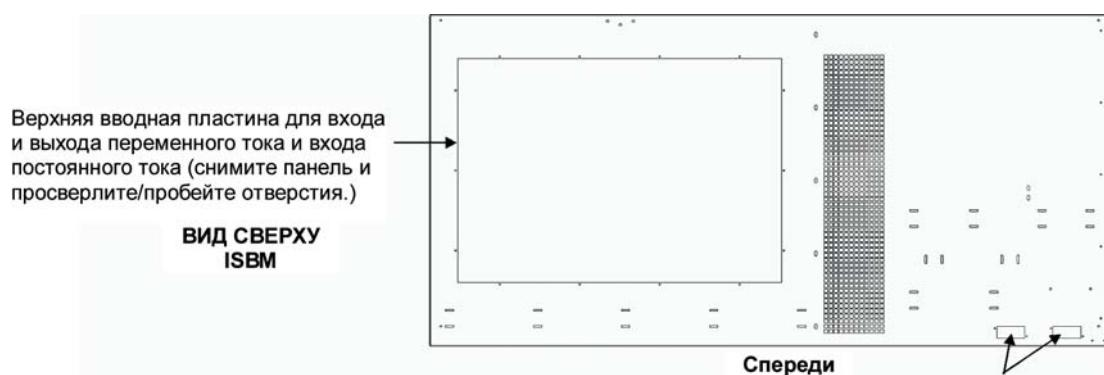
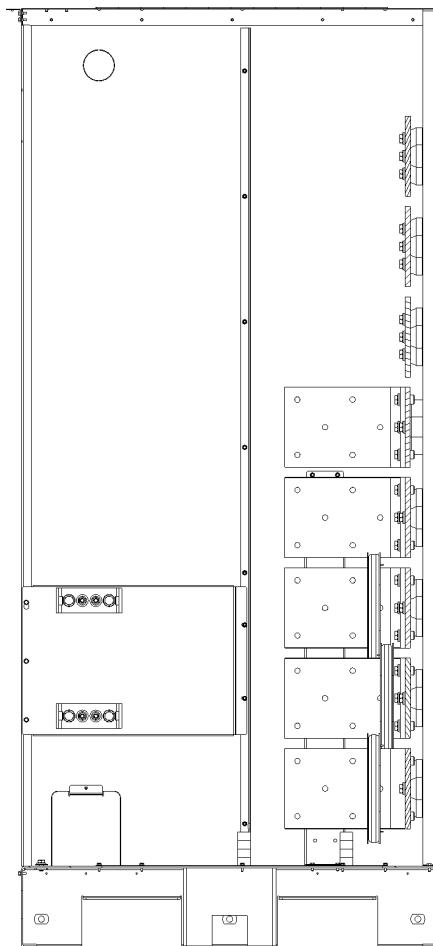
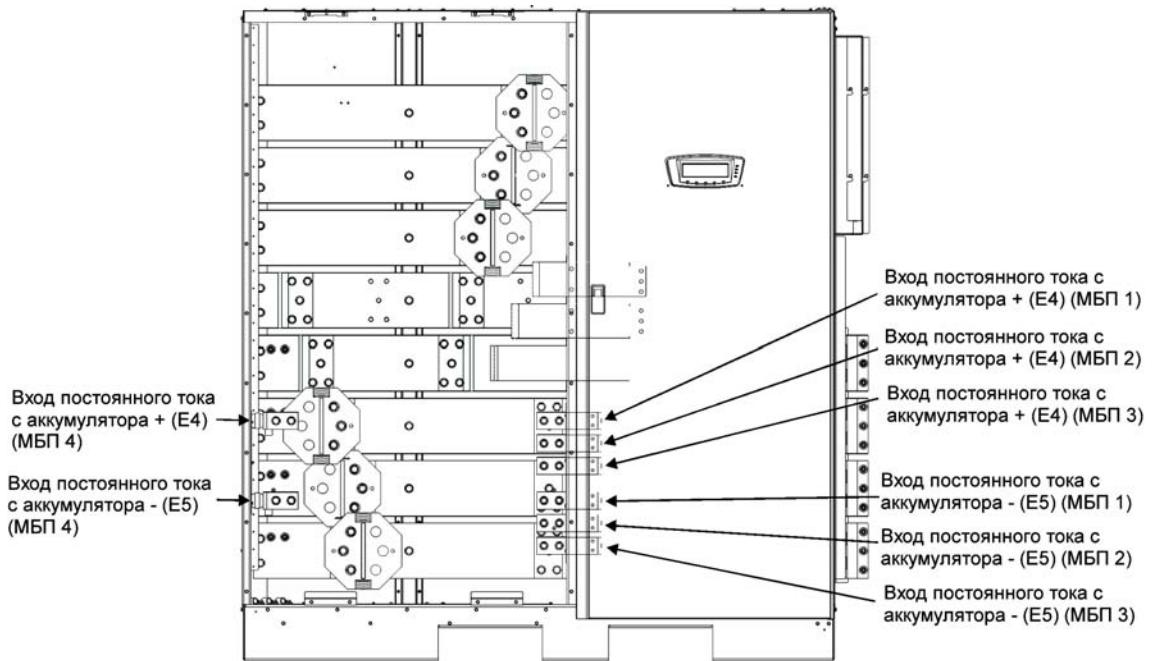

Рис. 4-15. Расположение входов проводки
Рис. 4-20. Узел ВВ клеммы питания секции ISBM ИБП - раздельный аккумулятор
Рис. 4-22. Вид спереди. Конфигурации с раздельными аккумуляторами
Снимите верхние или нижние вводные пластины шкафа ИБП и просверлите/пробейте в них отверстия (см. Рис. 4-15).
3. Проведите входной и выходной кабели/шины сверху или снизу шкафа к клеммам ИБП. Для получения информации о доступе к проводке и расположении клемм общего питания через выпрямитель см. Рис. 4-15 - Рис. 4-20.
1. Проведите кабели аккумулятора между секцией ISBM ИБП и аккумуляторной системой или выключателем аккумулятора. Для получения информации о доступе к проводке и расположении клемм см. Рис. 4-15 - Рис. 4-20 и Рис. 4-22.
5. Снимите вводные пластины интерфейсной проводки и просверлите/пробейте в них отверстия (см. Рис. 4-15 на стр. 52).